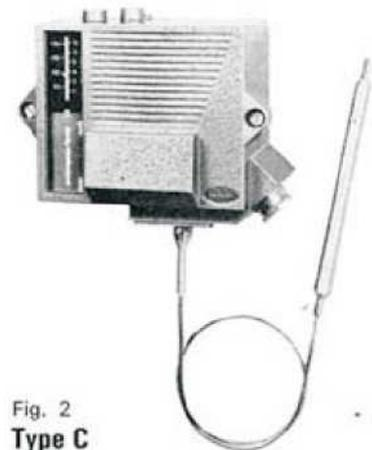

Fig. 2
- de leur prise de température directe (fig. 1) ou à distance (fig. 2),